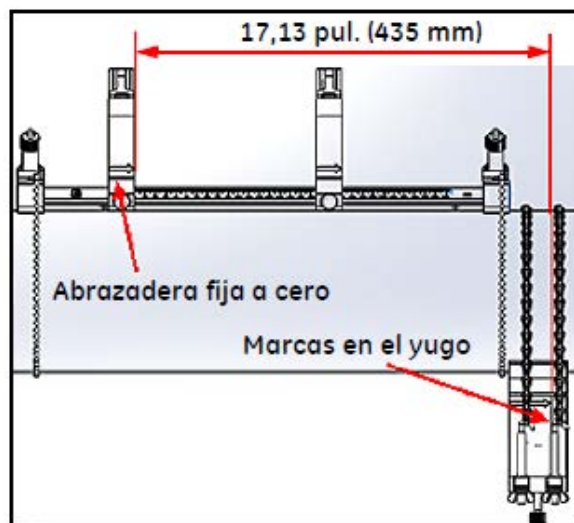

Figura 29: Yugo ajustado a 435 mm/17,13 pulg.
- Espaciado de >305 mm/12 pulg. (se utiliza 435 mm/17,13 pulg. a modo de ejemplo): Mida la distancia requerida de 435 mm/17,13 pulg. desde el borde de la abrazadera fija hasta la línea marcada en el yugo (véase Figura 29 más abajo).